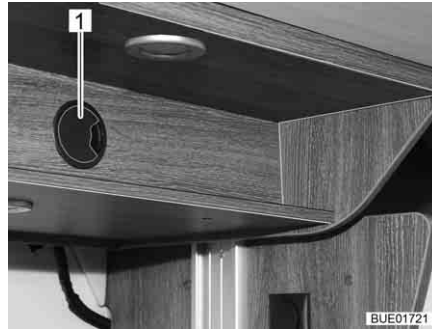
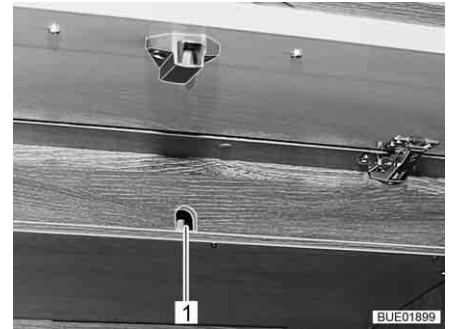

Bild 129 Zugang zum Antrieb
Bild 130 Zugang zum Antrieb (Alternative)
- Wenn vorhanden, den Deckel von der Zugangsöffnung (Bild 129,1 bzw. Bild 130,1) abziehen.